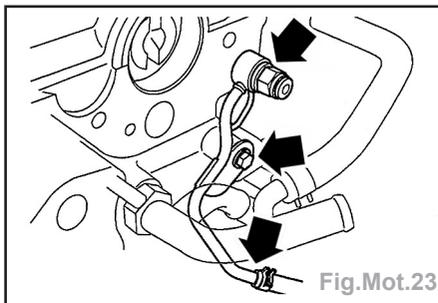

Fig.Mot.23
- Déposer le tuyau de retour de combustible de la culasse (Fig.Mot.23).